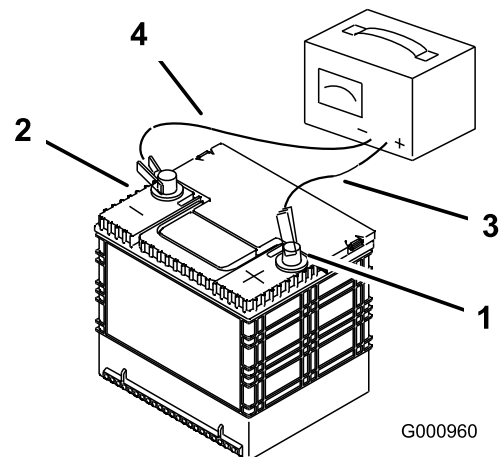

Bild 75
2. Wenn die Batterie ganz aufgeladen ist, ziehen Sie den Stecker des Ladegeräts aus der Dose. Klemmen Sie dann die Klemmen des Ladegeräts von den Batteriepolen ab (Bild 75).